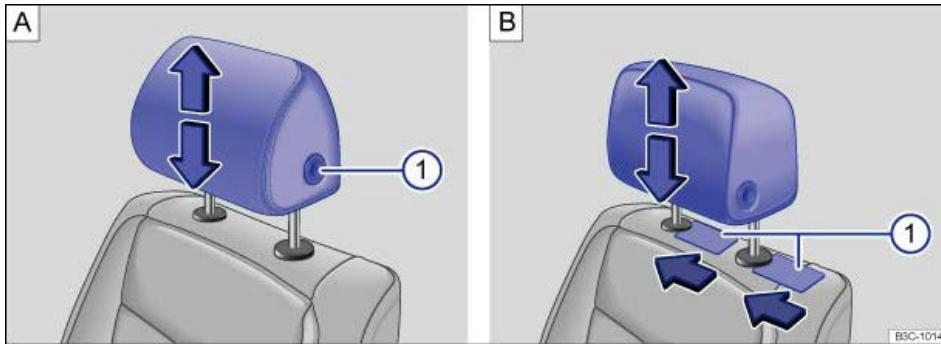

Abb. 64 Kopfstütze vorn ausbauen: Bei Fahrzeugen ohne und mit in Längsrichtung verstellbaren Kopfstützen.
- Kopfstütze bei vollständig gedrückter Taste => Abb. 64 (1) ganz herausziehen.
- Kopfstütze bei vollständig gedrückter Taste \Rightarrow Abb. 64 A (1) nach unten schieben.
- Jeweils einen flachen Gegenstand, z. B. eine Plastikkarte, auf beiden Seiten zwischen den Bezug der Sitzlehne und die Abdeckkappe der Führungsstange der Kopfstütze schieben und gleichzeitig mit leichtem Druck, die Haltestangen entriegeln \Rightarrow Abb. 64 B (1).